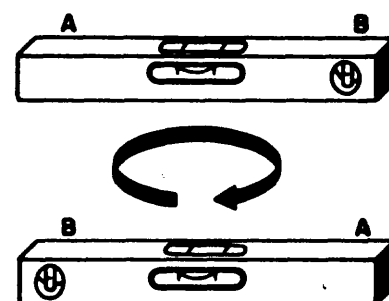

Fig. 4
- a Invierta la posición del nivel (fig. 4).